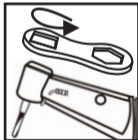

Fig.4.2
- 3) Utilize a Chave para Contra-Ângulo para remover a tampa da cabeça (Fig. 4.2);